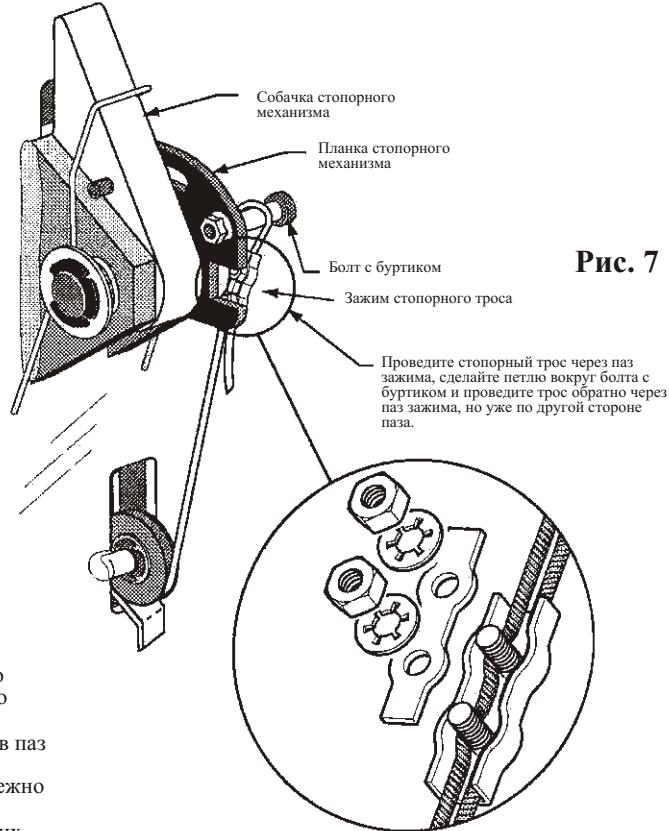
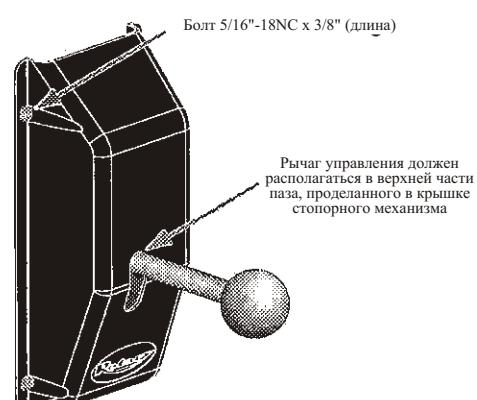

Рис. 7
Рис. 8
- При необходимости отрегулируйте стопорный механизм (рис. 7) и проверьте работу механизма снова. Рычаг управления стопорного механизма должен располагаться как указано на рис. 8.